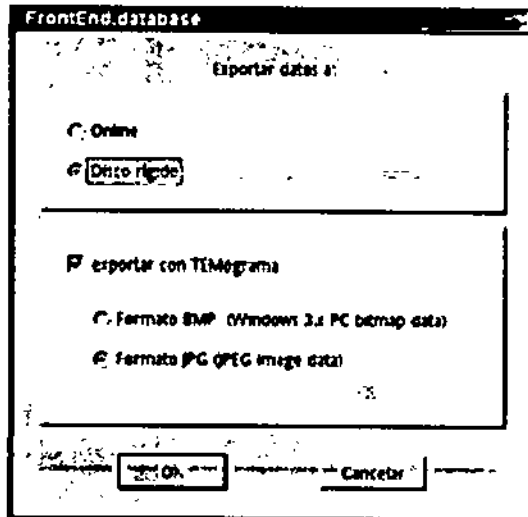

Figura 6-6: Opciones de exportación para los TEMogramas
- ↳ Están activas las dos opciones para seleccionar el formato gráfico (Figura 6-6).